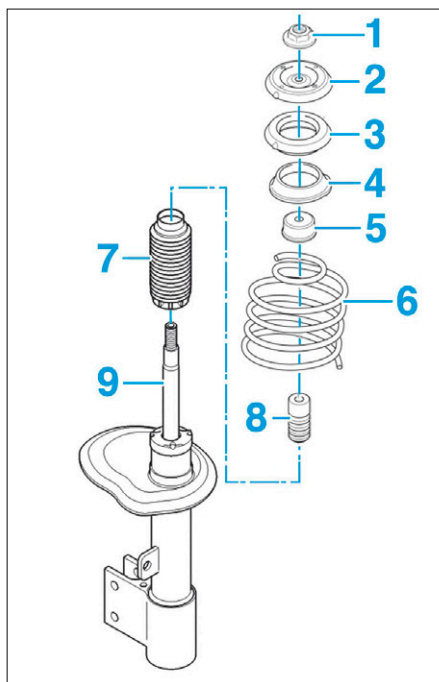

FIG. 6
- l'écrou (1) (Fig.6),
- le support supérieur (2),
- la butée à bille (3),
- la coupelle d'appui (4),
- la coupelle de butée (5).
- le ressort (6),
- le soufflet de protection de la tige d'amortisseur (7),
- la butée élastique (8),
- l'amortisseur (9).